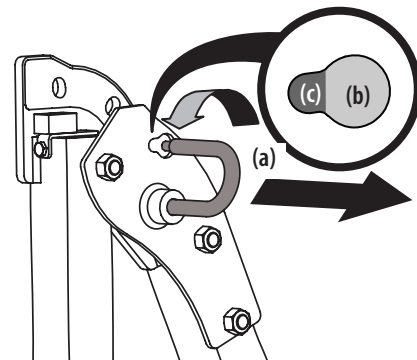

Figure 2-3
1. Tirez sur la partie supérieure de la structure de protection anti-retournement pour pouvoir retirer la goupille de verrouillage (a) de la position verrouillée (b). Tournez-la dans la position de réglage (c). Voir Figure 2-3. Répétez l'opération pour l'autre goupille.